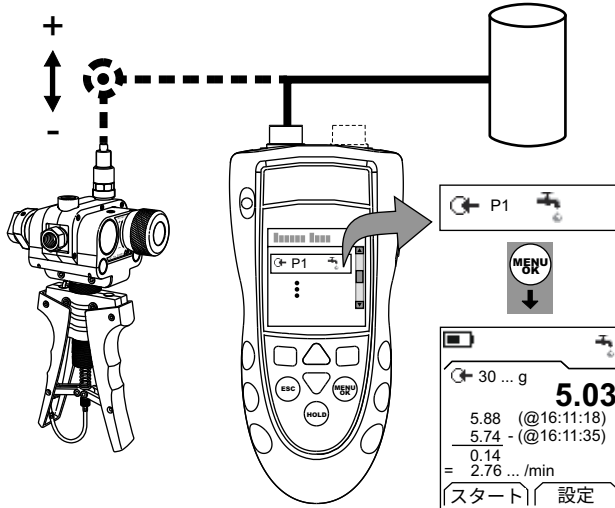

図 3: 構成例 - リークテスト
- 本計器を接続し (図 3)、必要に応じてセットアップ (表 1) を調整します。